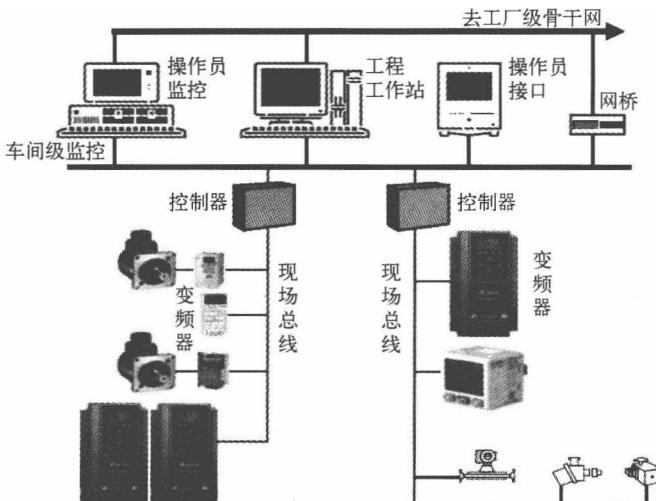

图1-3 变频器在现场总线的应用
(3) 网络化与智能化。尽管目前变频器单独适用的场合仍占多数，但作为工业生产过程中一个重要执行单元，变频器具有网络化运行的能力将成为工业自动化的趋势。目前，许多变频器厂商的新产品都具有网络连接能力，通过选件形式支持多种现场总线，通过PC方便地完成频率设定、参数设置、工作状态给定及在线监测、系统维护、远程诊断等工作。变频器在现场总线的应用如图1-3所示。